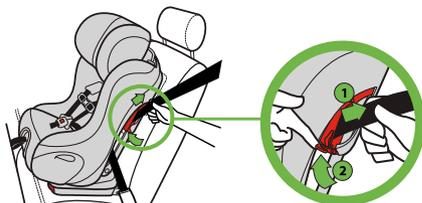

Figure 71
- Lors de l'utilisation d'une ceinture sous-abdominale/baudrier : tout en maintenant la ceinture du véhicule serrée, verrouillez le dispositif de blocage pour l'orientation vers l'avant, tel qu'illustré dans la **Figure 71**.